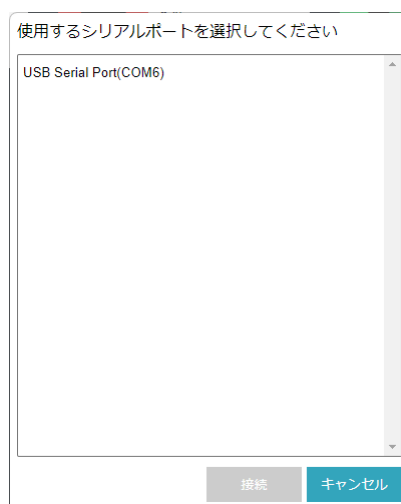

図 4-6 COM ポートの選択
4.1 で説明したコントローラの接続を行った後、シリアルケーブルを接続した PC 上で、Zao Cloud View を起動し、ログインしてください。Zao Cloud View 上で図 4-6 のようなダイアログが表示されます。ここで、使用する COM ポートを選択し「接続」をクリックし進んでください。PC によっては接続した USB-シリアルアダプタ以外の COM ポートが列挙される場合がありますのでご注意ください。これ以前に COM ポートを選択して「接続」していた場合は、そのポートが自動的に選択されて、ダイアログは表示されません。ポートを変更する方法は後述します。